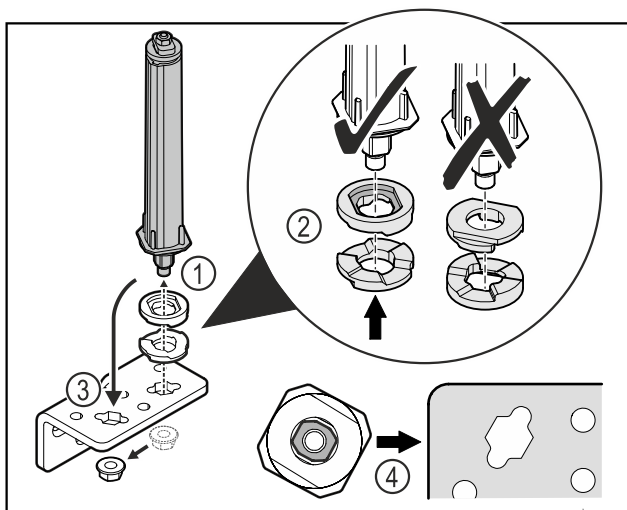

Fig. 27
- Vabastage mutter ja eemaldage ukسلukustussüsteem Fig. 27 (1).
- Pöörake tähelepanu kõrguseadeseibide korrektsele väljajoondusele Fig. 27 (2).
- Paigutage ukسلukustussüsteem šarniirnurgikus ümber ja fikseerige mutriga Fig. 27 (3).
- Pöörake sissepänemisel tähelepanu ukسلukustussüsteemi korrektsele väljajoondusele Fig. 27 (4).